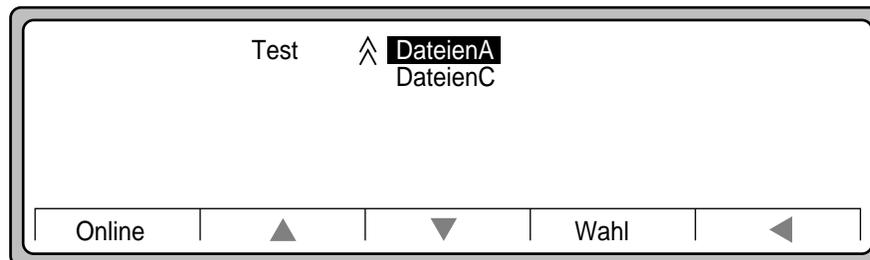

Abbildung 2-77 Untermenü Test
5. Blättern Sie mit dem **Abwärts Pfeil** nach unten, heben Sie **DateienA** hervor (siehe Abbildung 2-77), und drücken Sie die Taste **Wahl**.